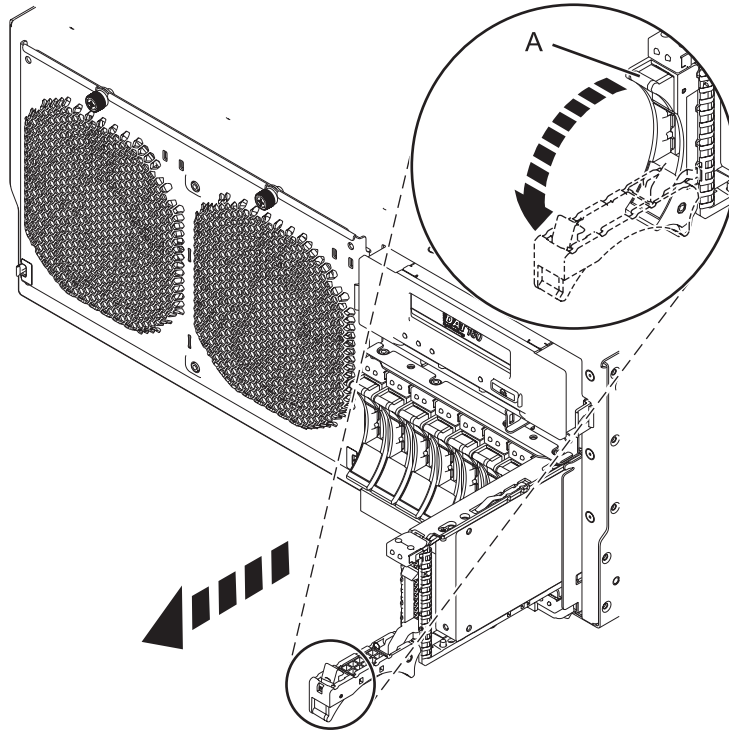

Figura 33. Extracción de una unidad de disco del sistema
1. En el sistema, desbloquee el asa de la unidad ejerciendo presión y tirando de ella hacia usted, como se muestra en la Figura 33 en la página 55.